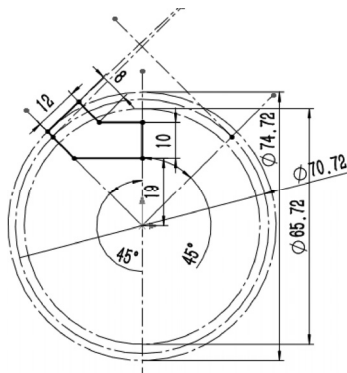

图 8-57 绘制旋转草图
❺ 绘制旋转草图。单击“草图”控制面板中的“直线”按钮, 绘制图 8-57 所示的草图, 作为旋转生成锥齿轮轮廓实体的草图。